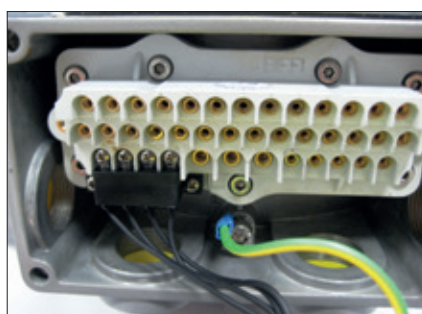

Fig. 9: Kit OM3 kit collegato alla morsetteria dell'EPI₂
- Ora l'interfaccia locale è collegata alla morsetteria (vedi Fig. 9).